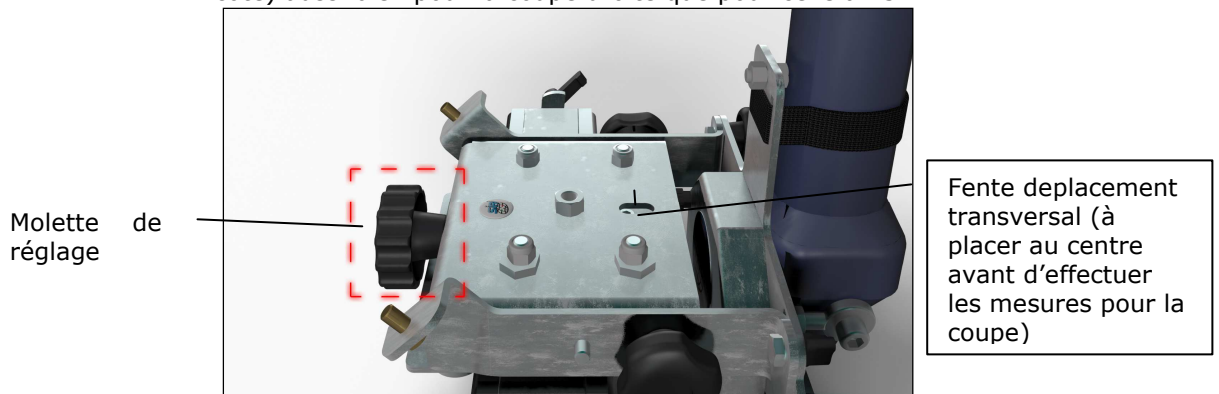

Fig. 6.4.4 Molette de réglage du déplacement transversal du chariot.
- Positionner la tête de la vis au centre (voir fig.6.4.4)